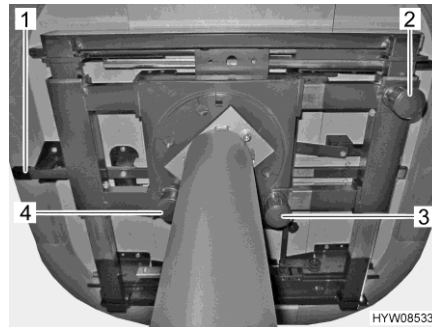
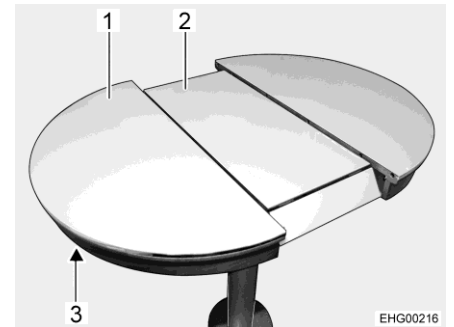

Fig. 94 Opzioni di regolazione sul tavolo
Fig. 95 Allungamento del tavolo
- Premere il tasto (Fig. 94,3) verso il basso e tenerlo in posizione.
- Premere il tasto (Fig. 94,2) verso il basso e tenerlo in posizione.
- Tirare il tasto (Fig. 94,4) del bloccaggio verso il basso.
- Spingere lo sbloccaggio (Fig. 94,1 e Fig. 95,3) verso l'alto.
- Tirare il piano del tavolo (Fig. 95,1), finché l'inserto centrale (Fig. 95,2) non arriva in alto e all'altezza del piano del tavolo.
- Premere lo sbloccaggio (Fig. 95,3) verso l'alto.
- Tirare il piano del tavolo (Fig. 95,1), finché l'inserto centrale (Fig. 95,2) non si libera.